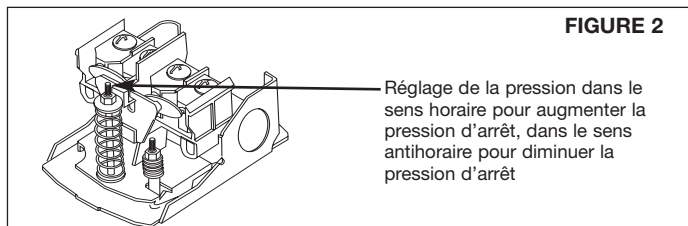

FIGURE 2
3. Si le débit d'eau subit une interruption momentanée après que le WELL-X-TROL ait été vidé et la pompe ait démarré, ajuster le réglage d'activation de la pompe légèrement dans le sens horaire (voir la figure 2).